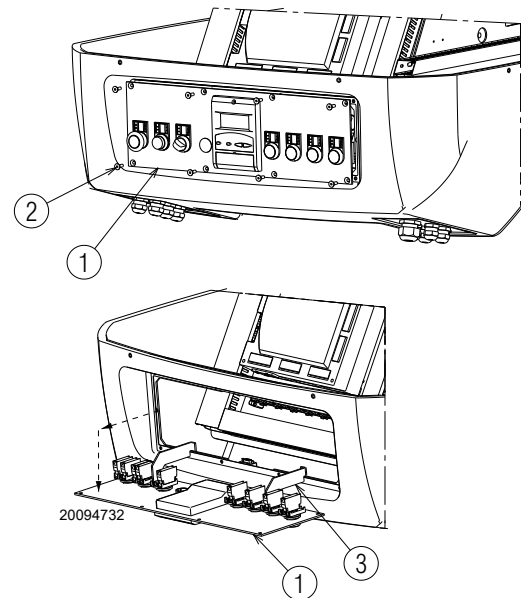

Abb. 35
- Lösen Sie die Schrauben 2) der Bedientafel 1)(Abb. 35).
- Ziehen Sie die Bedientafel 1) heraus und drehen Sie sie um 90°, hängen Sie sie dazu mit den entsprechenden Bügeln 3) im Profil der Schalttafel ein, wie aus Abb. 35 ersichtlich